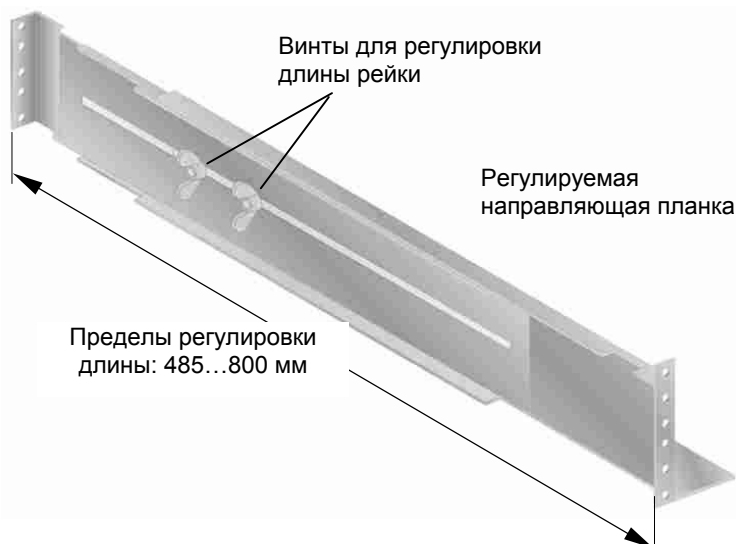

Рис. 8. Направляющие (внутренние планки раздвинуты на максимальную длину).
2. Распакуйте две направляющие рейки и крепеж. Ослабьте гайки и раздвиньте внутренние планки на максимальную длину (рис. 8).